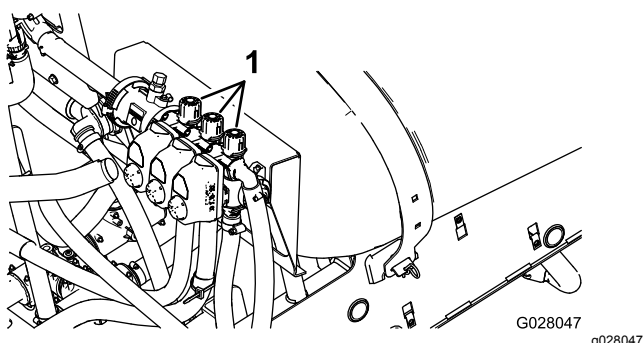

Figura 84
- Desligue a rampa esquerda e ajuste a válvula de derivação da rampa (Figura 84) até que a leitura da pressão se encontre no nível previamente ajustado (habitualmente 2,75 bar).
- Ajuste a válvula de derivação da rampa direita (Figura 84) até que a leitura da pressão se encontre no nível previamente ajustado (habitualmente 2,75 bar).
- Ajuste a válvula de derivação da rampa central (Figura 84) até que a leitura da pressão se encontre no nível previamente ajustado (habitualmente 2,75 bar).